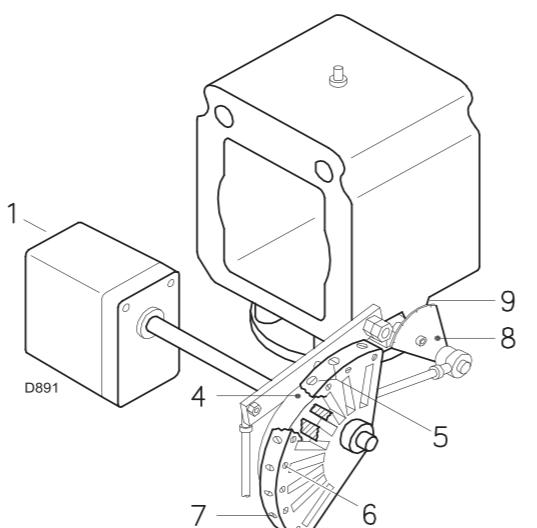

图 31
通过调节螺丝 5) 逐步调整凸轮 4)（第 26 页图 31）的起始廓线。
- 按下伺服马达上的释放按钮（将其向右移动），脱开伺服马达凸轮 4)（第 26 页图 31）；
► 一旦达到最优设定，用螺丝 6)（第 26 页图 31）将设定值固定。
通过调节螺丝 7(图 31)逐步调整凸轮 4(图 31)的外廓线。
图例 (图 31)